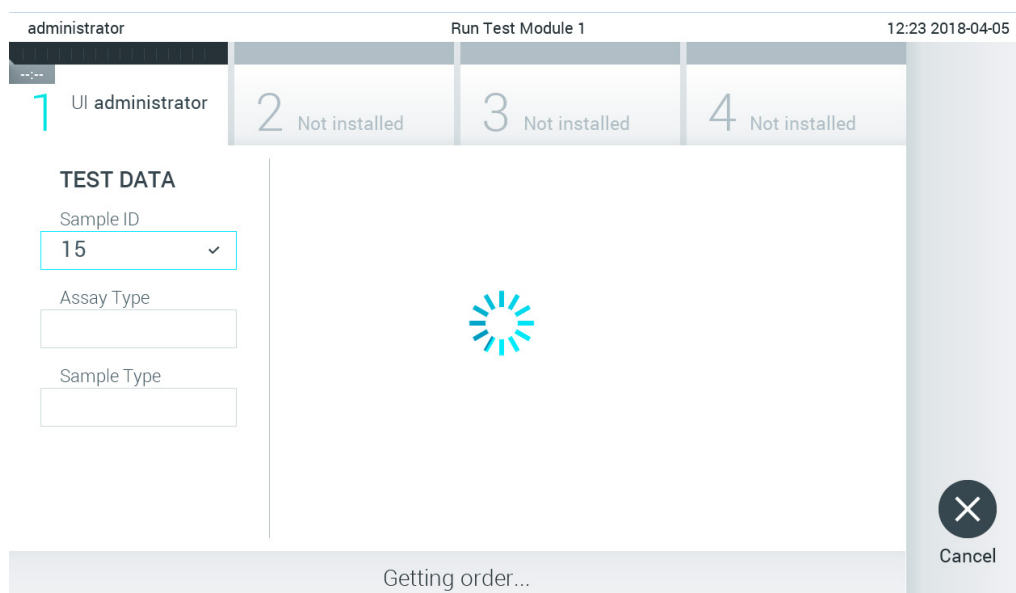

Рис. 82. Дисплей під час отримання заявки на тест.
- Доки аналізатор КВІАстат-ДКс (QIAstat-Dx) 1.0 очікує заявку на тест, ідентифікатор зразка надсилається хосту і з'являється повідомлення «Getting order...» (Отримання заявки) (рис. 82).